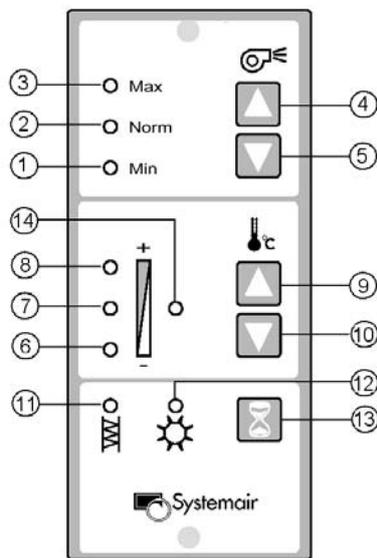

Рис. 3 Fig. 3
## **RU** Принцип действия (Рис.3)
## **GB** OPERATION (Fig. 3)
При установке агрегата в коммерческих зданиях может потребоваться установка внешнего таймера для его автоматического переключения между дневным и ночным режимом с меньшим расходом воздуха. Если при работе агрегата в ночном режиме согласно таймеру потребуется перейти к дневному режиму, то необходимо нажать кнопку (13, Рис.3) на контрольной панели. Агрегат автоматически перейдет на режим работы согласно таймеру через 3 часа.
When the unit is installed in commercial buildings, it might be necessary to install a separate week timer for automatic day and night operation (reduced ventilation). If the building is in use when night operation is in function, override to day operation can be obtained by pressing button (13, fig. 3) on the control panel. The unit automatically switches back to operate according to timer settings after 3 hours.
Мешочный фильтр не подлежит чистке. Время работы нового фильтра до замены необходимо переустановить после его установки. Нажмите кнопку 13 (Рис.3) и удерживайте 5 сек. Желтый индикатор (14) и один зеленый индикатор (6, 7 или 8, в зависимости от выбранного периода работы) замигает в течение нескольких секунд.
The bag filter cannot be cleaned and must be changed as necessary. Operation time between filter changes must be re-set after filter change. Press button 13 (fig. 3) for apx. 5 seconds. Yellow lamp (14) and one of the green lamps (6, 7 or 8, depending on chosen operation time) will flash for a few seconds.